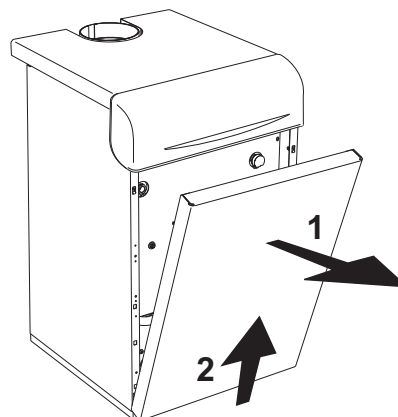

fig. 19 - Apertura del panel frontal
Para abrir el panel frontal de la caldera, ver la secuencia indicada en la fig. 19.
- Quite el panel frontal de la caldera (fig. 19).